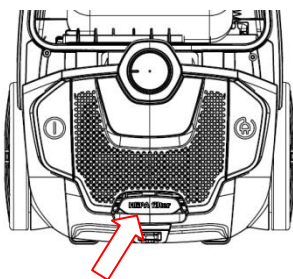

Fig 16
3. Limpar o filtro de saída: abra a tampa da tomada e retire a estrutura e o filtro HEPA. Lave-o e instale-o após o filtro secar completamente. (Fig 16/17)